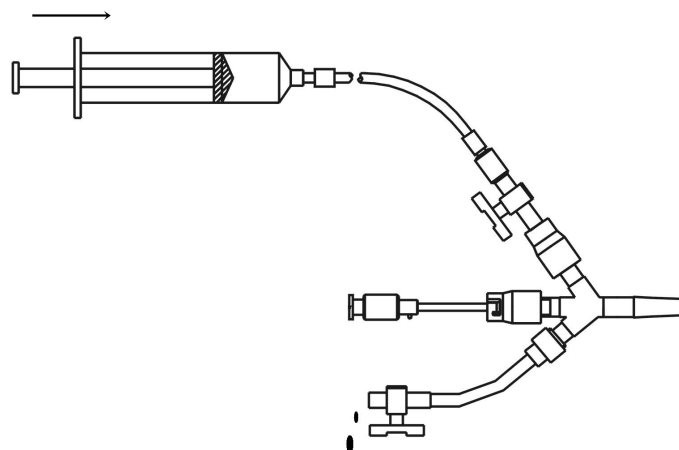

Abb.7 Entlüftung des Vier -Wege-Hahn Ballon-Katheters
- a. **Vier-Wege-Hahn** - Öffnen Sie die Einspritzöffnung und halten Sie die Lüftungsöffnung in der Nähe. Injizieren Sie die Kochsalzlösung langsam in den Katheter und platzieren Sie den Ballon in einer unteren Position. Saugen die Salzlösung aus, während der Ballon aufgeblasen wird. Diesen Vorgang falls nötig wiederholen, bis die gesamte Luft entfernt wurde. Öffnen Sie die Lüftungsöffnung und injizieren Sie die Kochsalzlösung, bis diese aus der Lüftungsöffnung austritt. Schließen Sie Einspritz- und Lüftungsöffnung (siehe Abb. 7).